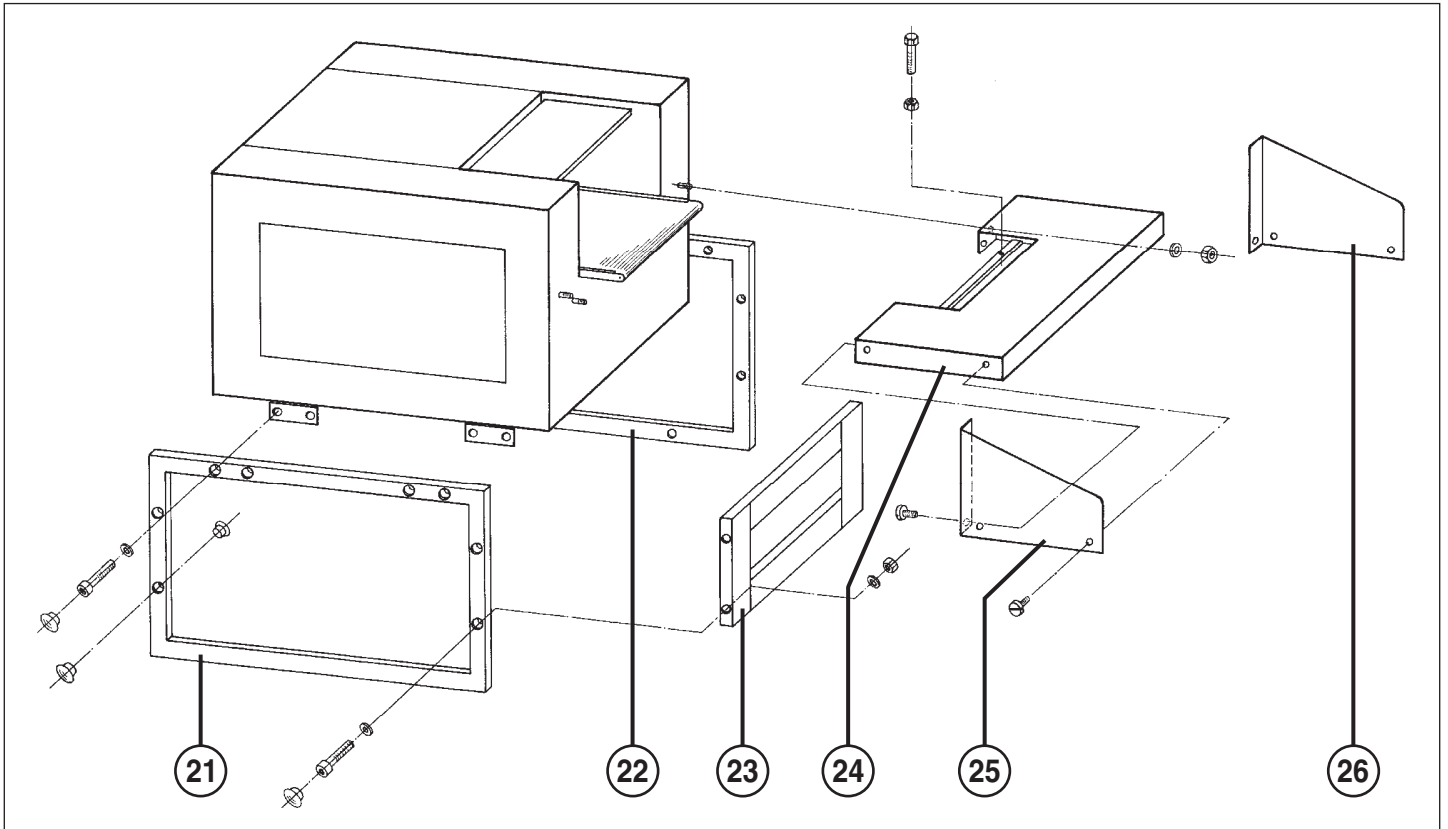

Fig. 1
- 21 = Quadro à esquerda (fig. 1 e 2)
- 22 = Quadro à direita (fig. 1)
- 23 = Chapa intermediária (fig. 1 e 2)
- 24 = Mesa (fig. 1)
- 25 = Ângulo de protecção à esquerda (fig. 1 e 2)
- 26 = Ângulo de protecção à direita (fig. 1)
MONTAGEM DO SUPORTE DE BASE (fig. 1 e 2):
MONTAGEM DA MESA (24) (fig. 1):
4. Conduzir o cabo de corrente da ripa de emergência-desligação (14) pela luva em frente na parte lateral e esquerda da caixa e pela união roscada de cabos em baixo, na caixa de distribuição para dentro da caixa de distribuição, e ligar ali a perna azul ao borne 20 e a perna castanha ao borne 19.
MONTAGEM DOS ÂNGULOS DE PROTECÇÃO (fig. 1):